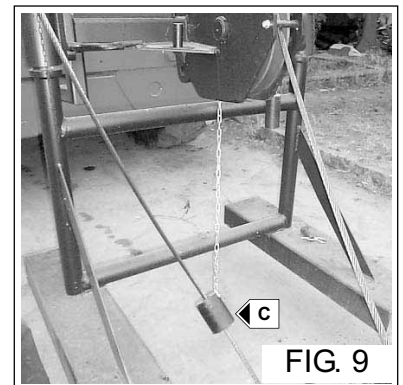

FIG. 9
- Introduire le câble dans le poids de fin de course de montée du câble (Fig. 9 - Réf. C).
- Insert the rope in the rope lift stop weight (Fig. 9 - Ref. C).
- Introducir la cuerda en el peso de tope subida cuerda (Fig. 9 - Ref. C).